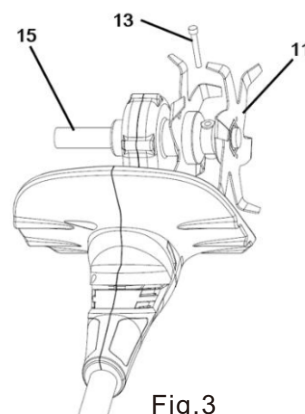

Fig.3
3. Inserte el tornillo hexagonal 13 en los orificios C y B, y apriete el tornillo hexagonal 13 con una llave hexagonal. (Fig. 3)